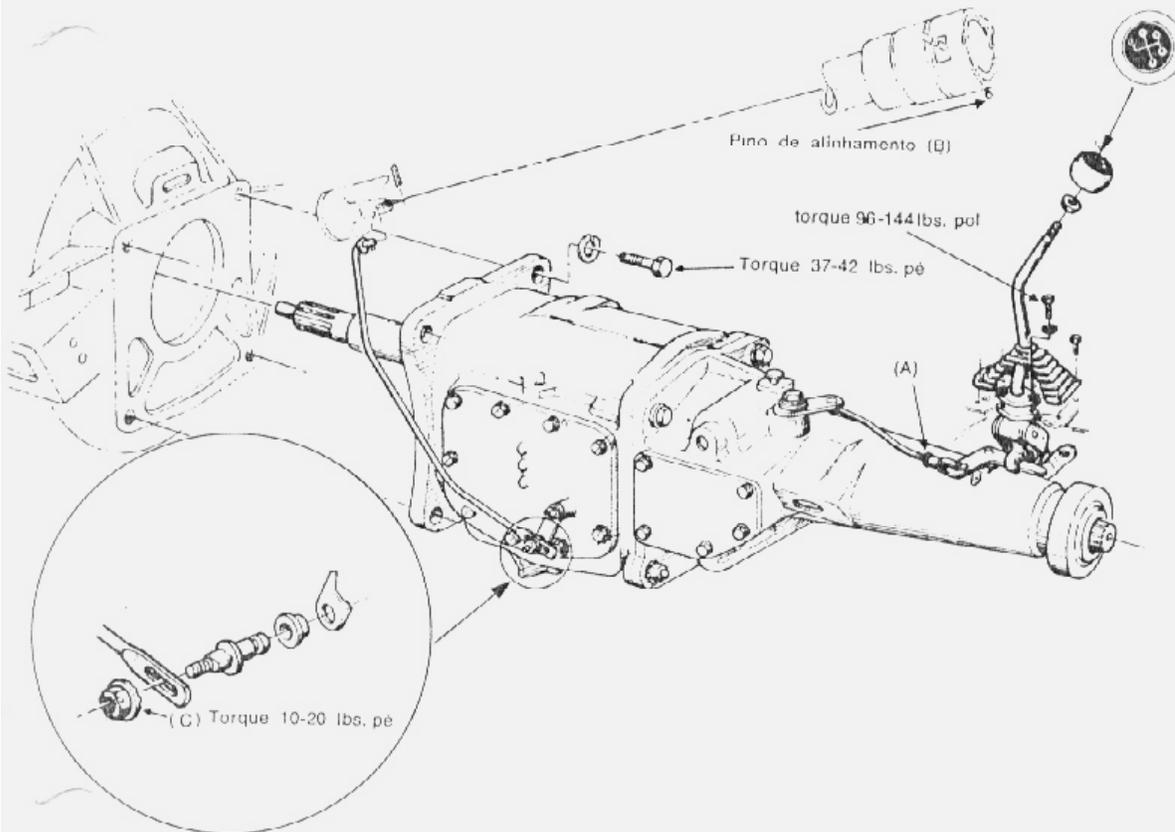

fig. 17 — caixa de mudanças 4 velocidades e suas articulações de comando
3. Se o engate não for possível ou quando na tentativa de engatar a ré for engatada a 1ª velocidade, ajustar a conexão "A", (fig. 17), no sentido de encurtar a haste de acionamento da alavanca de seleção. Encurtar a haste até conseguir o engate. **Não tentar forçar o engate da ré pois isso poderá danificar a haste de engate.**
Verificar se o pino de alinhamento na coluna "B" (fig. 17) está no lugar. Apertar a porca de ajuste "C" (fig. 17) e remover o pino de alinhamento (B).